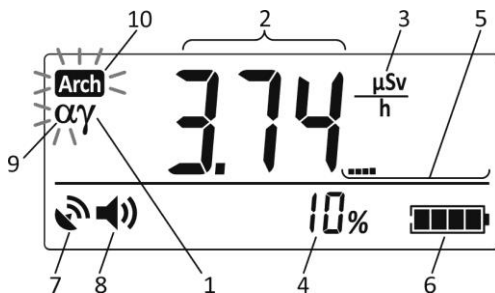

Рисунок 2.11 – РКІ дозиметра
Про критичне заповнення енергонезалежної пам'яті і, відповідно, про можливість втрати інформації попереджає мигаючий символ **Arch** ((10) рис. 2.11). Символ **Arch** короткочасно підсвічується з інтервалом 4 секунди у всіх режимах та підрежимах роботи дозиметра, крім режиму «Перегляд результатів вимірювань, що збережені в енергонезалежну пам'ять» та підрежиму «Збереження результату вимірювання в енергонезалежній пам'яті», якщо в кільцевому буфері, призначеному для автоматичного збереження історії накопичення АЕД, залишилось вільного місця на менше ніж 10 записів АЕД, або вже відбувалися втрати інформації.
2.3.6.5.1.2 При вимірюванні ПАЕД фотонного іонізуючого випромінювання блоком БДКС-02, виконується також контроль наявності альфа-випромінювання. При реєстрації альфа-випромінювання (коли швидкість лічби імпульсів від детектора альфа-випромінювання перевищує значення в 1 cps), на РКІ дозиметра починає відображатись мигаючий символ «а» ((9) рис. 2.11), а також формуватись характерні звукові та світлові сигнали тривоги. Для коректної реєстрації альфа-випромінювання вікно альфа-детектора повинно бути відкрите (рис. 2.21).
2.3.6.5.2.3 В цьому режимі на РКІ дозиметра відображаються (рис. 2.11):
- символ « $\gamma$ » (1) – тип випромінення, що вимірюється;
- результат вимірювання ПАЕД (2);
- розмірність результату вимірювання ПАЕД (3);
- розрахункові границі очікуваних відносних статистичних відхилів (4) результату вимірювання (2) при довірчій імовірності 0,95, далі – розрахункові границі статистичних відхилів;
- індикатор миттєвого значення ПАЕД (5);
- символ стану акумулятора (6);
- символ стану навігаційного приймача (7);
- символ стану озвучування зареєстрованих гамма-квантів, частинок альфа-, бета-випромінення (8);
- символ наявності альфа-випромінення (9) (при вимірюванні ПАЕД блоком БДКС-02);
- ознака (10) критичного заповнення енергонезалежної пам'яті дозиметра, в якій зберігається історія накопичення АЕД (2.3.4 цієї НЕ).